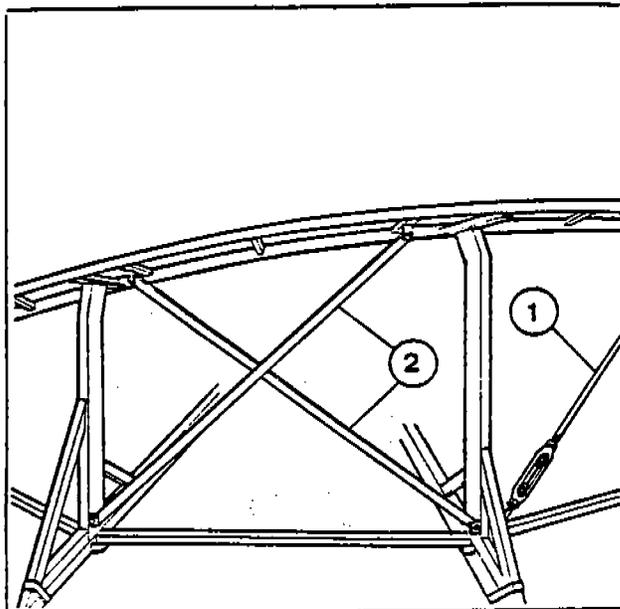

Fig. 24
- c) Connect all rail supports with trasversal tension rods (Fig. 24, 1 and 2); numbers and marks must always match.
- c) Collegare le gambe con trasversi/tiranti incrociati (1-2-Fig. 24). Rispettare sempre la giusta sequenza con le sigle riportate sui trasversi/tiranti e gambe.
- d) Serrare tutte le viti di fissaggio binario con chiave e mettere in tensione i tiranti (1-Fig. 24).